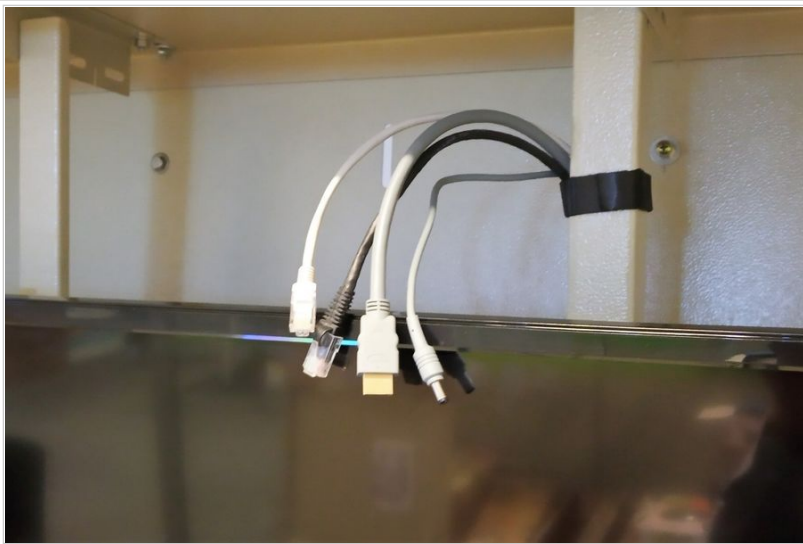

Fig. 4 : Preparación del cableado
- Para facilitar las tareas de instalación y mantenimiento se recomienda sujetar a uno de los parantes de TV con un velcro o precinto los cables que serán conectados al roomkit (Fig. 4).